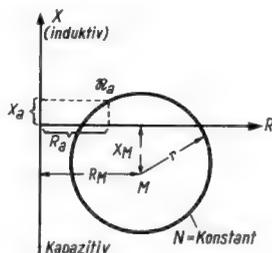

Bild 2. Kreis konstanter Wirkleistung
Bild 2. Typische Strom- und Spannungscharakteristik einer Germanium-Diode mit erweitertem Kurvenverlauf nach fallender Kennlinie hin. Die Potentialdifferenz zwischen Anode und Katode nimmt im gestrichelt eingezeichneten Teil CD mit zunehmendem Strom ab
A. Weißfloch [2] hat zur einfachen Auswertung der unbequemen Formel 1,1 ein Kreisdiagramm angegeben: In einem rechtwinkligen Koordinatensystem tragen wir auf der Abszissenachse den Wirkwiderstand und auf der Ordinatenachse den Blindwiderstand auf (Bild 2). Der Belastungswiderstand \mathfrak{R}_a ist durch seine Koordinaten R_a und X_a festgelegt. Induktive Blindwiderstände werden nach oben, kapazitive nach unten aufgetragen. Durch den Punkt \mathfrak{R}_a der Widerstandsebene läuft ein Kreis mit dem Radius: